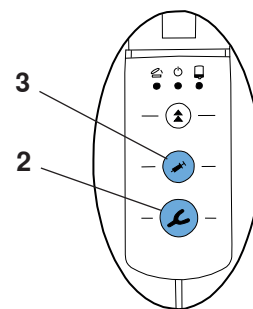

图 8
- 如果没有事先选择程序而按下了按钮,例如挤出(图 8 中的 2)或分配(图 8 中的 3),则机器将自动启动  程序。 键旁边的 LED 指示灯亮起。